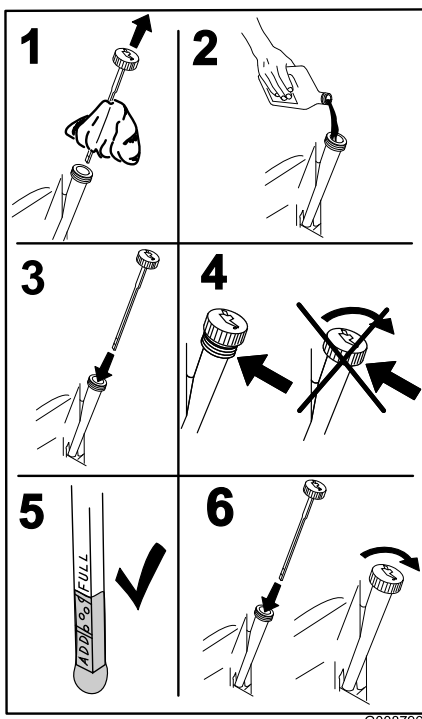

Figura 34
7. Vierta lentamente un 80 % aproximadamente del aceite especificado por el tubo de llenado, luego añada lentamente el resto del aceite hasta que llegue a la marca de **Lleno** (Figura 34).